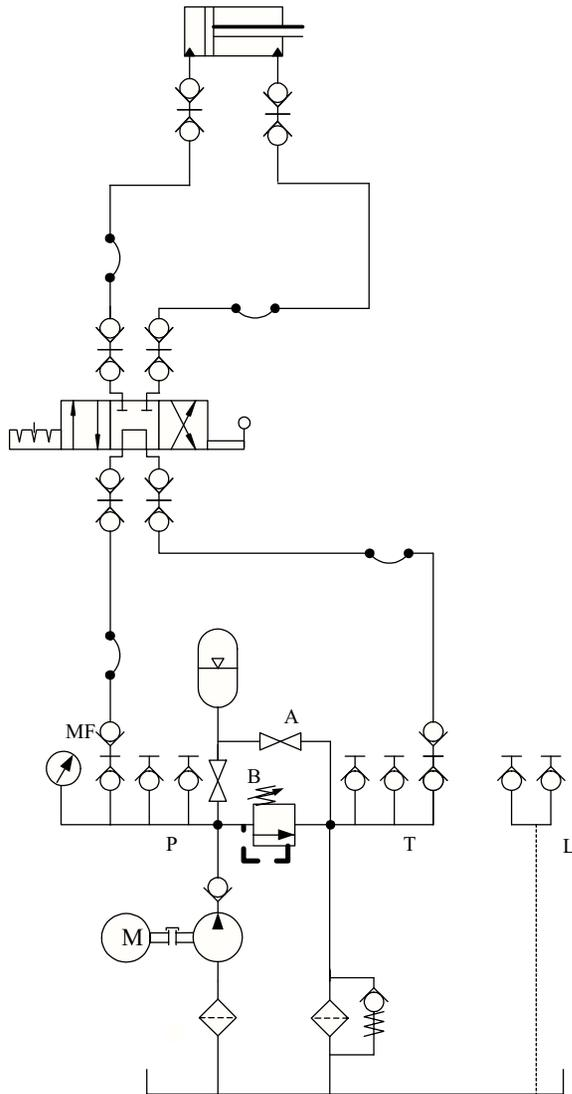

Figura 1.5. Circuito hidráulico.
21. Apagar la unidad de potencia y construir el circuito mostrado en la figura 1.5.
22. Marcar en la figura 1.5 con color rojo el camino que sigue el aceite cuando la válvula se encuentra en conductos cruzados y con color azul cuando se encuentra en posición central